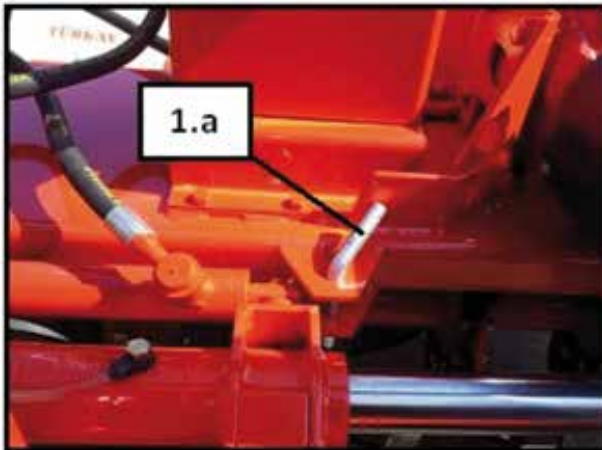
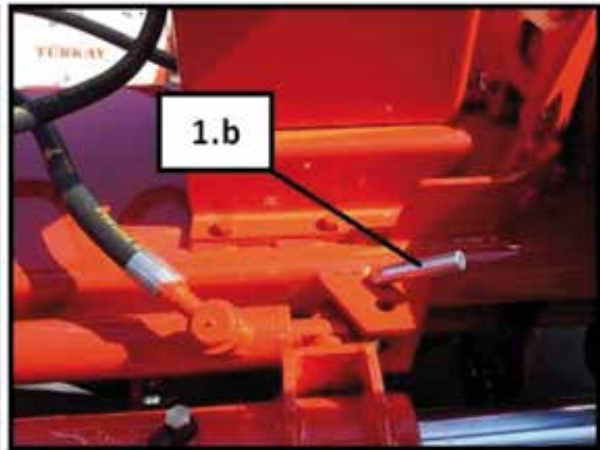

Figura 15
Figura 16
- Lleve la varilla de separación del chasis en la posición (1.a) que se muestra en la Figura 15 a la posición (1.b) que se muestra en la Figura 16.
- Lleve la varilla de separación del chasis en la posición (1.b) que se muestra en la Figura 16 a la posición (1.a) que se muestra en Figura 15.